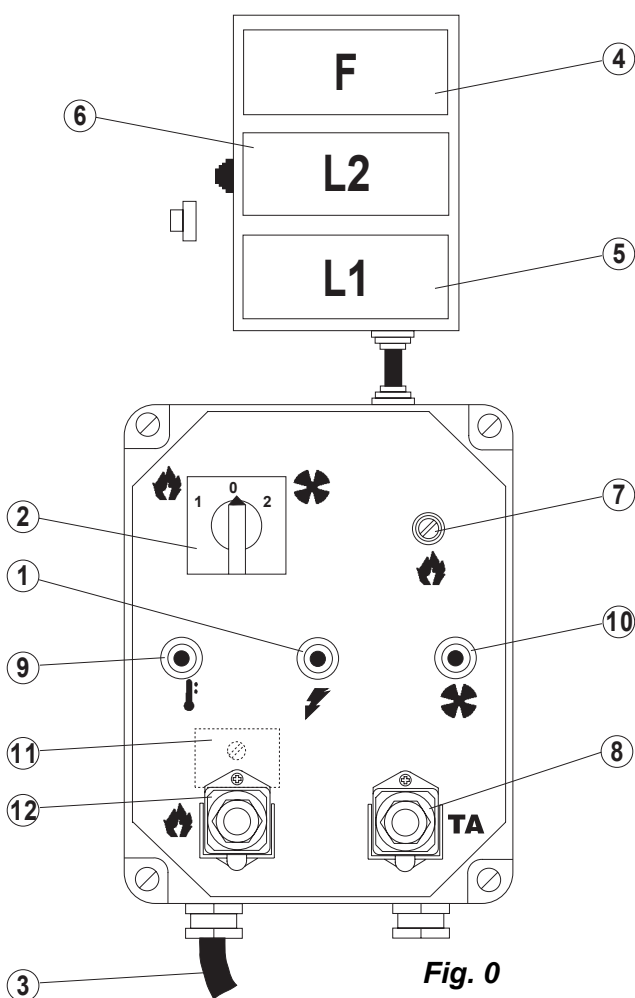

Fig. 0
Il termostato di sicurezza a riarmo manuale, TS, e il relé termico, RT, intervengono arrestando il funzionamento del generatore: il primo se la temperatura della camera di combustione supera il valore limite preselezionato [la lampada 9 (Fig. 0) si illumina], il secondo se l'assorbimento di corrente elettrica del motore del ventilatore supera il valore limite [la lampada 10 (Fig. 0) si illumina]. Se uno di questi dispositivi di sicurezza interviene, si deve sempre ricercare la causa dell'intervento ed eliminarla prima di premere il rispettivo pulsante di riarmo e avviare il generatore (cfr "INCONVENIENTI DI FUNZIONAMENTO, CAUSE E RIMEDI"). Il termostato di sovratemperatura, TSS, invece, interviene spegnendo il generatore d'aria calda se il flusso d'aria che raffredda la camera di combustione è insufficiente: il generatore si riavvia automaticamente non appena la temperatura diminuendo raggiunge il valore limite di sicurezza.
- l'eventuale collegamento del termostato ambiente o di altri accessori dell'impianto (come ad es., l'orologio) il cui cavo elettrico deve essere inserito nel quadro elettrico del generatore attraverso la presa 8 (Fig. 0) e collegato ai morsetti della morsettiera (cfr. SCHEMA ELETTRICO).
- Ponete il commutatore 2 (Fig. 0) sulla posizione "O" e collegate il generatore alla rete elettrica (fate riferimento alla targhetta dei dati per le specifiche elettriche).
- Se il generatore viene azionato con il controllo manuale, ponete il commutatore 2 (Fig. 0) sulla posizione . La camera di combustione si avvierà e, dopo un breve periodo di preriscaldamento della camera, il ventilatore principale verrà azionato.
- Se il generatore viene azionato con il controllo automatico, impostate sul dispositivo di controllo prescelto il valore della temperatura desiderato e ponete il commutatore 2 (Fig. 0) sulla posizione . In questo modo il generatore si avvierà e si arresterà automaticamente.
- Se azionato manualmente: ponete il commutatore 2 (Fig. 0) sulla posizione "O"; se azionato automaticamente: spengNete il dispositivo di controllo.
Per far funzionare il ventilatore, ponete il commutatore 2 (Fig. 0) sulla posizione .